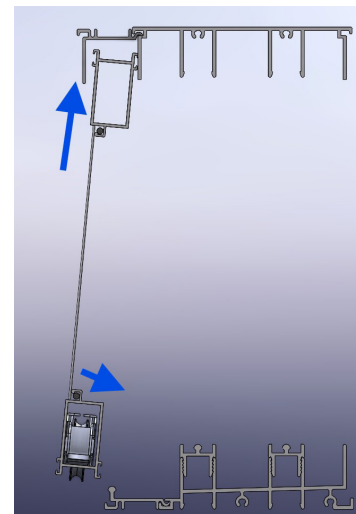

Figura 42
1. **Coloque** el panel de modo que la parte superior del panel se introduzca en el canal del cabezal del marco. Gire la parte inferior del panel hacia adentro hasta que quede alineada sobre el estriado del umbral y coloque el panel sobre el estriado del rodillo. (Consulte la figura 42).